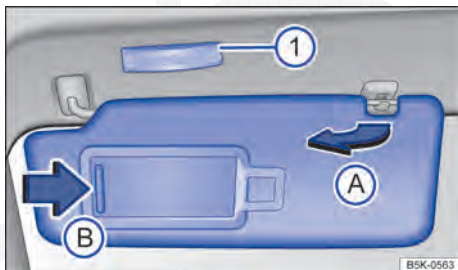

Fig. 111 No revestimento do teto dianteiro: para-sol.
- Retirar do suporte e virar na direção das portas → Fig. 111 A).